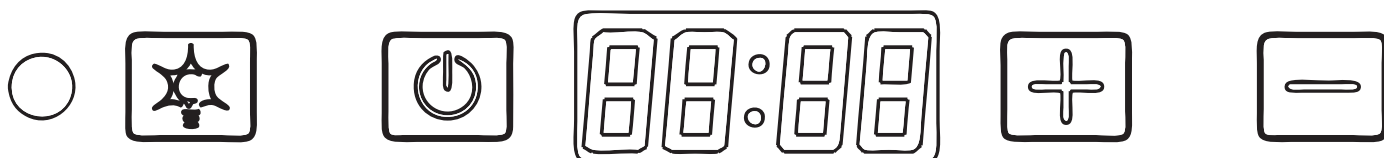

Рис.5
7.1.1 На декоративном стекле Вашей вытяжки находится сенсорный переключатель режимов работы двигателя и ламп (**рис.5**).